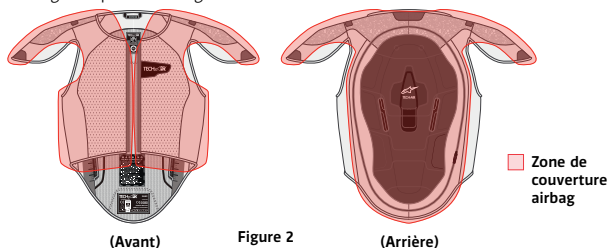

Figure 2
Le système airbag Tech-Air™ Race fournit une protection contre les impacts les zones de couverture d'airbag indiquées à la Figure 2.
**ATTENTION! Le système airbag Tech-Air™ Race ne fournit qu'une protection limitée contre les forces expérimentées dans les zones de couverture airbag indiquées à la Figure 2. Aucune garantie n'est donnée quant au fait que le système airbag Tech-Air™ Race préviendra les blessures (y compris les blessures graves ou fatales) à l'intérieur et/ou à l'extérieur des zones couvertes/protégées.**